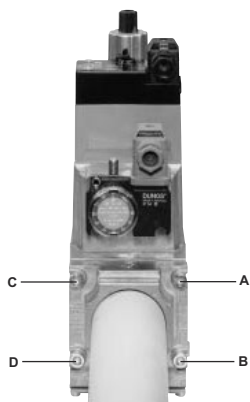
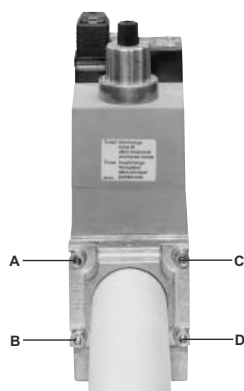
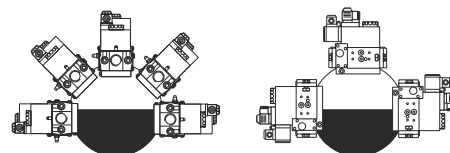

Рис. 26
Рис. 27
Рис. 29
3. Затянуть винты А, В, С и D (Рис. 26 - Рис. 27), (Рис. 29), соблюдая дистанции монтажа (Рис. 29);
1. Расслабить винты А и В, но **не снимать** их (Рис. 26 и Рис. 27)
2. Отвинтить винты С и D (Рис. 26 и Рис. 27)